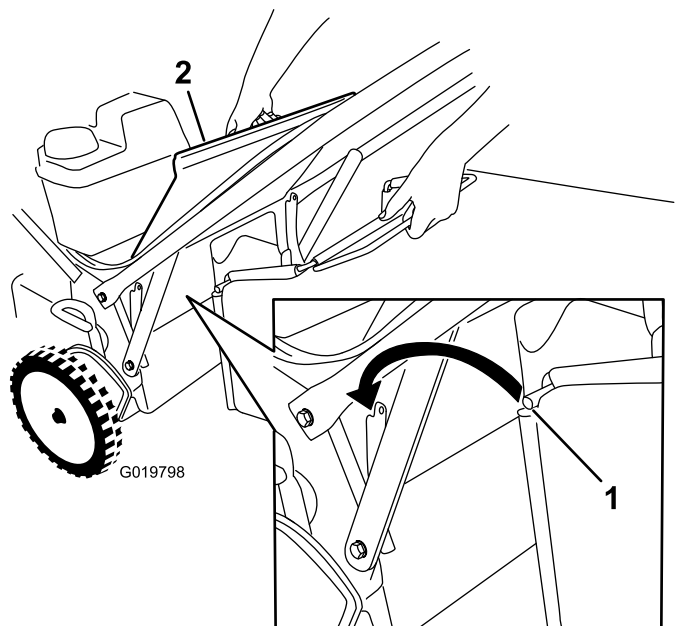

Figure 22
3. Placez la tige du bac dans les crans à la base du guidon et agitez le bac d'avant en arrière pour vous assurer que la tige est bien engagée au fond des deux crans; voir Figure 22.
1. Soulevez le déflecteur arrière et maintenez-le dans cette position (Figure 22).